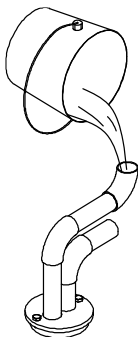

Figura 11
7. Sujutando FIRMEMENTE la tubería, llénela con agua para asegurarse que las conexiones y la válvula check no tengan fuga (ver Figura 11). Las tuberías deben retener el agua. Si hay fugas, saque las tuberías y encuentre la fuga. Cubra la unión en donde está la fuga con cinta de Teflón o vuelva a apretar la abrazadera. Repita la instalación y vuelva a llenar la tubería para revisarla, repita este procedimiento hasta que no haya fugas.